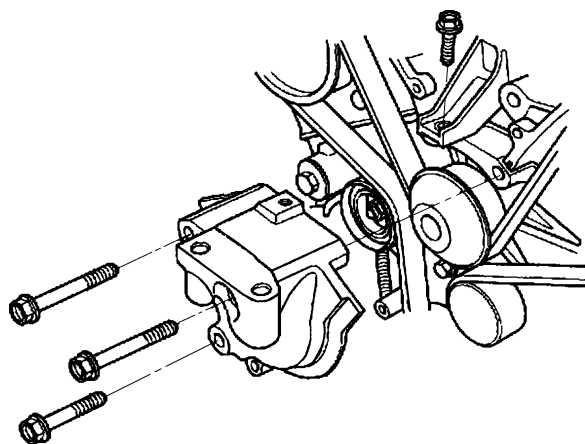

图 23-81 拆卸发动机侧面安装支架的下半部分
14) 如图 23-81 所示, 拆卸发动机侧面安装支架的下半部分。